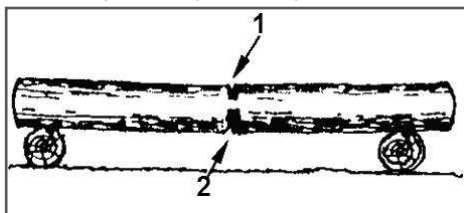

Рис. 15 Пропилы при раскрыжевке дерева на двух опорах
1. Бревно лежит на двух опорах (Рис. 15). Разгрузочный пропил (1) на $1/3$ бревна делается сверху. Основной пропил (2) делается снизу навстречу разгрузочному пропилу.